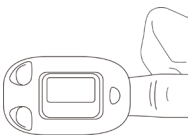

Figura 5 Puneți degetul în poziție
- 2) Deschideți clema așa cum se arată în Figura 5.